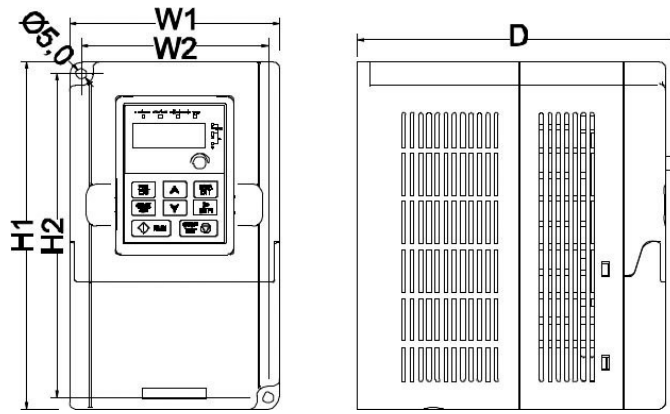

Рисунок 4-3. Габарити перетворювачів частоти GD10.
Перетворювач частоти має бути закріплений чотирма гвинтами (або болтами, залежно від габаритів). Наставні розміри наведено на рис. 4-3 та в таблиці 4-1.
- (1) Позначте отвори перед встановленням. Розмітка отворів вказана на рис. 4-3.
- (2) Встановіть гвинти або болти у позначені отвори.
- (3) Встановіть ПЧ на стіну.
- (4) Надійно затягніть гвинти в стіні.